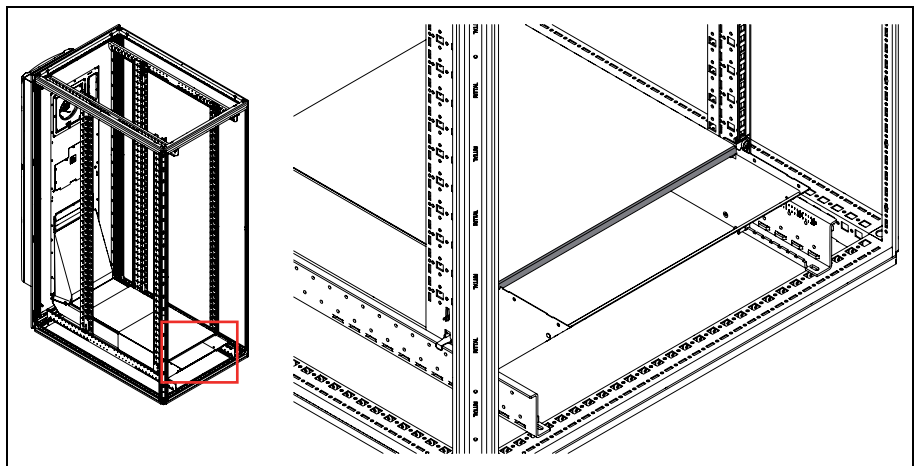

Abb. 22: Dichtung Schutzgitter
- Bringen Sie sie dann an der Kontaktfläche zwischen Schutzgitter und Luftkanal-Abdeckung vorne an (Abb. 22).